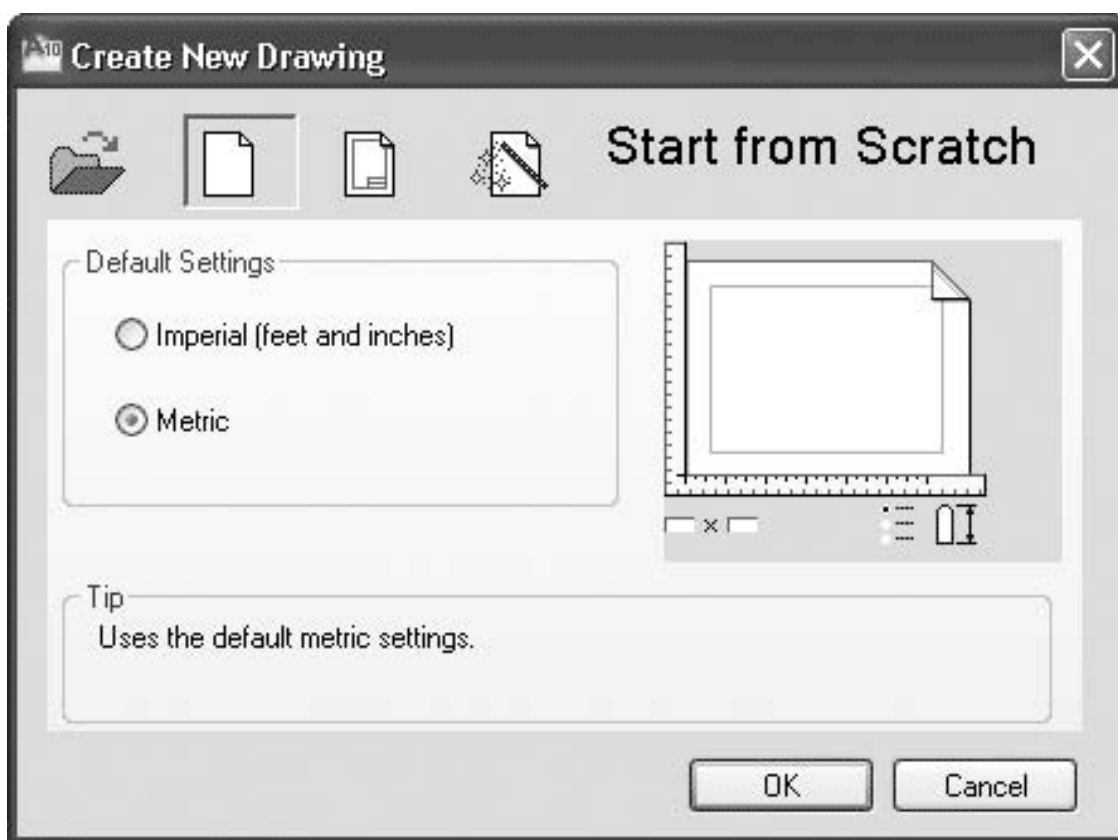

Рис. 1.31. Диалоговое окно **Create New Drawing** (Создание нового чертежа)
3. Щелкните на кнопке **New** (Новый) на панели быстрого доступа или выполните команду меню **File** → **New** (Файл → Новый). На экране появится диалоговое окно **Create New Drawing** (Создание нового чертежа) (рис. 1.31).
- Вторая кнопка – **Start from Scratch** (Простейший шаблон) (нажата на рис. 1.31). С ее помощью создается чертеж, не отличающийся от чертежа, созданного первым способом (без использования окна начала работы) без выбора шаблона.